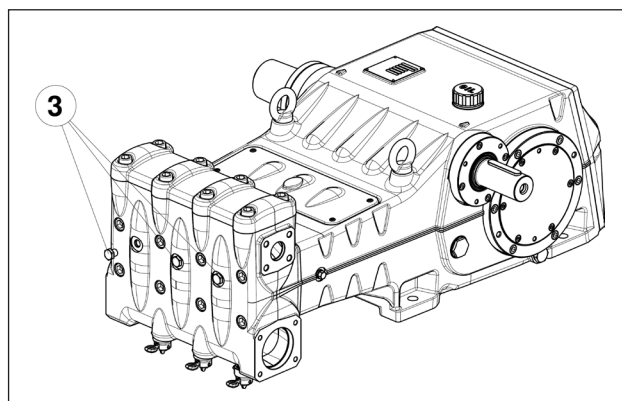

Abb. 11
Bei etwaigen Ansaugproblemen durch unzureichende Versorgung können Sie die drei frontseitigen Verschlüsse (nicht bei Version LK36) abnehmen, siehe Pos. ③ Abb. 11.